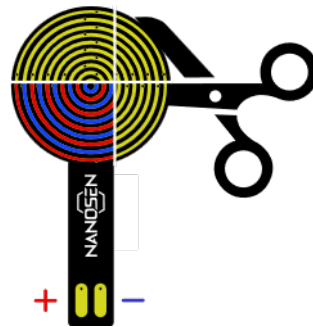

Abbildung 2: Kontaktierung nach dem Zuschchnitt
- Die Elektroden können mit z.B. einer Schere (Abbildung 2) zugeschnitten werden
- Die Grafik zeigt den minimalen aktiven Bereich, der nach dem Zuschchnitt der Elektrode erhalten bleiben kann, hier dargestellt in Blau und Rot (Abbildung 2).